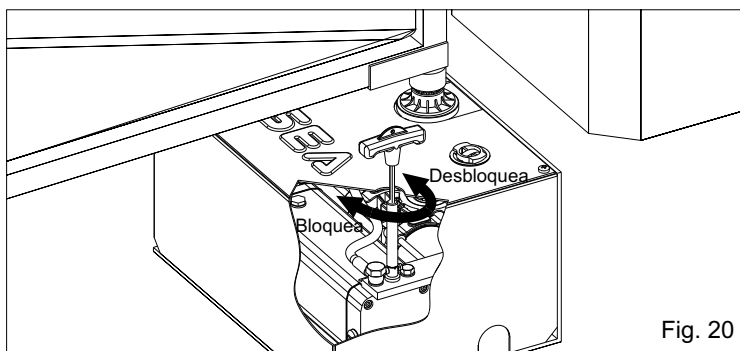

Fig. 20
- Insertir la llave en la prolongación de desbloqueo y girar la manilla de más o menos 180° en sentido directo (Fig. 20).